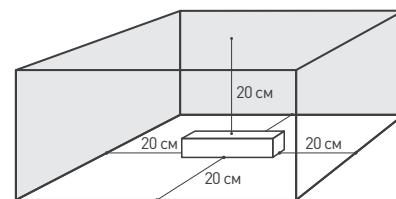

Рис. 1.
- 4.3. Для естественной вентиляции обеспечьте свободное пространство вокруг источника питания не менее 20 см, как изображено на рис. 1. Если обеспечить свободное пространство невозможно — используйте принудительную вентиляцию. В случае установки в ограниченном пространстве (например, лайтбокс или профиль) предусмотрите обеспечение требуемого температурного режима источника питания. Не допускайте чтобы блок питания работал с температурой корпуса, равной t_c , т. к. это снижает гарантийный срок в 2 раза.